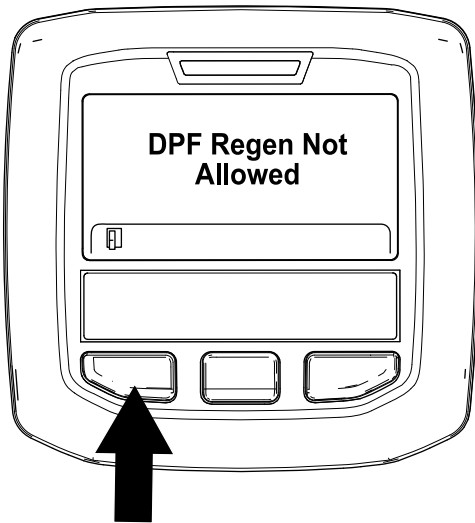

Figura 56
- Se o processo de regeneração não for permitido pelo computador do motor, surge a mensagem “DPF Regen Not Allowed” (Regen. do DPF não autorizada) no InfoCenter (Figura 56). Prima o botão esquerdo para sair para o ecrã inicial.